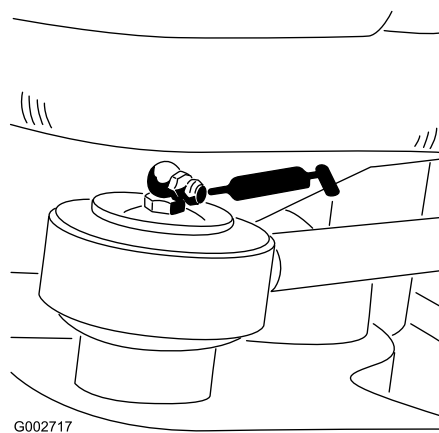

Figura 23
- Extremidade da haste do cilindro de direção (1 – apenas modelo 08705 (Figura 23)